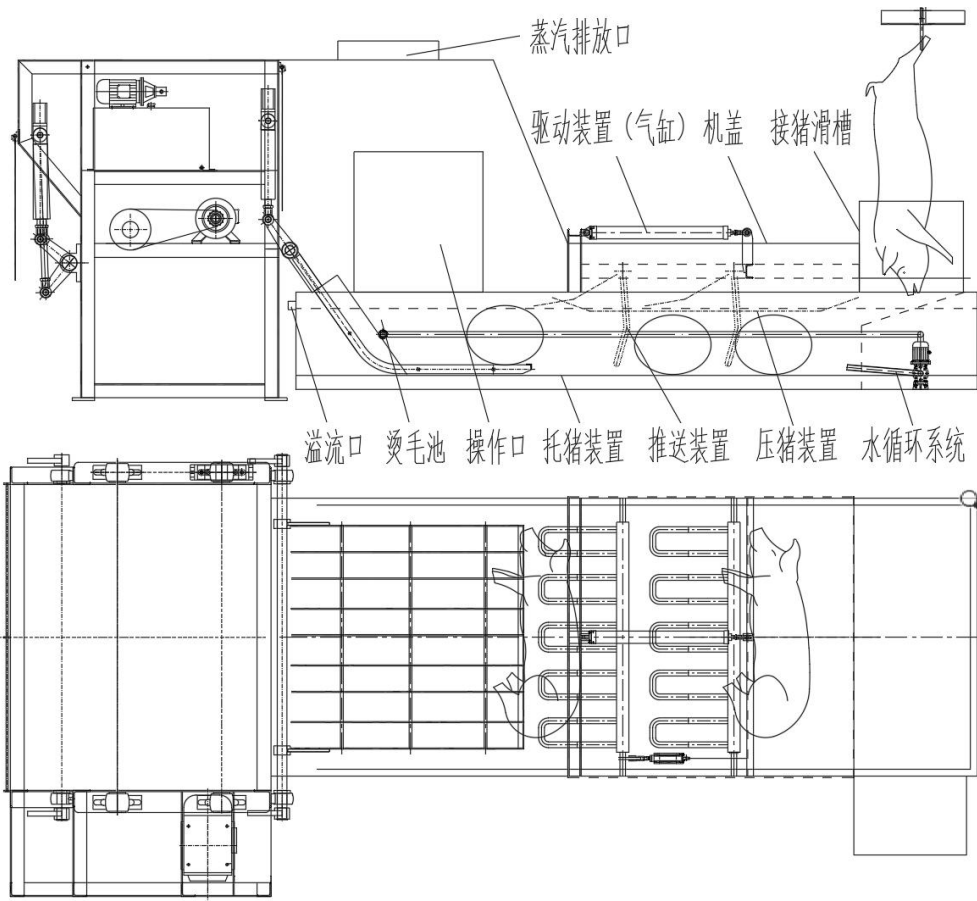
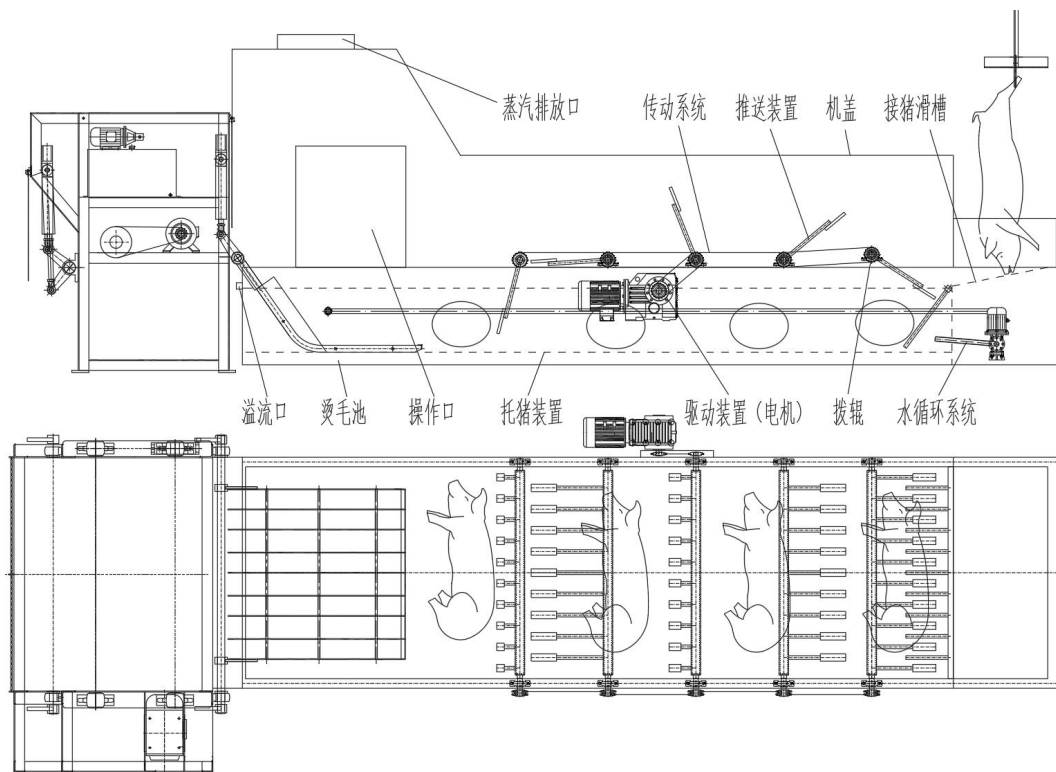

图1 步进型推进式烫毛设备示意图
图2 拨辊型推进式烫毛设备示意图
6.3.2 从成本、维护等方面考虑，推荐选用步进型推进式烫毛设备（见图1）和拨辊型推进式烫毛设备（见图2）。